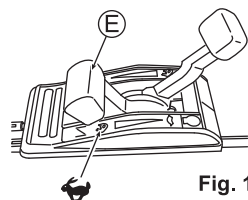

Fig. 16
2. Coloque a alavanca do acelerador (E) em "STOP" para começar a cortar. (Veja a fig. 16)